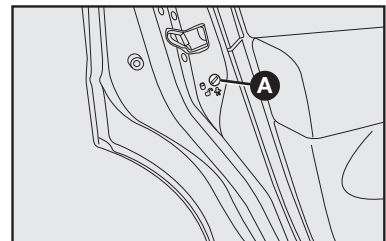

fig. 8
SISTEMA DE TRAVAS DE PORTA PARA PROTEÇÃO DE CRIANÇAS - PORTAS TRASEIRAS - fig. 8
- 2 - Insira a aba da chave de emergência (ou similar) no controle da trava para crianças **A-fig. 8** e gire até a posição indicada pelo símbolo **h**.